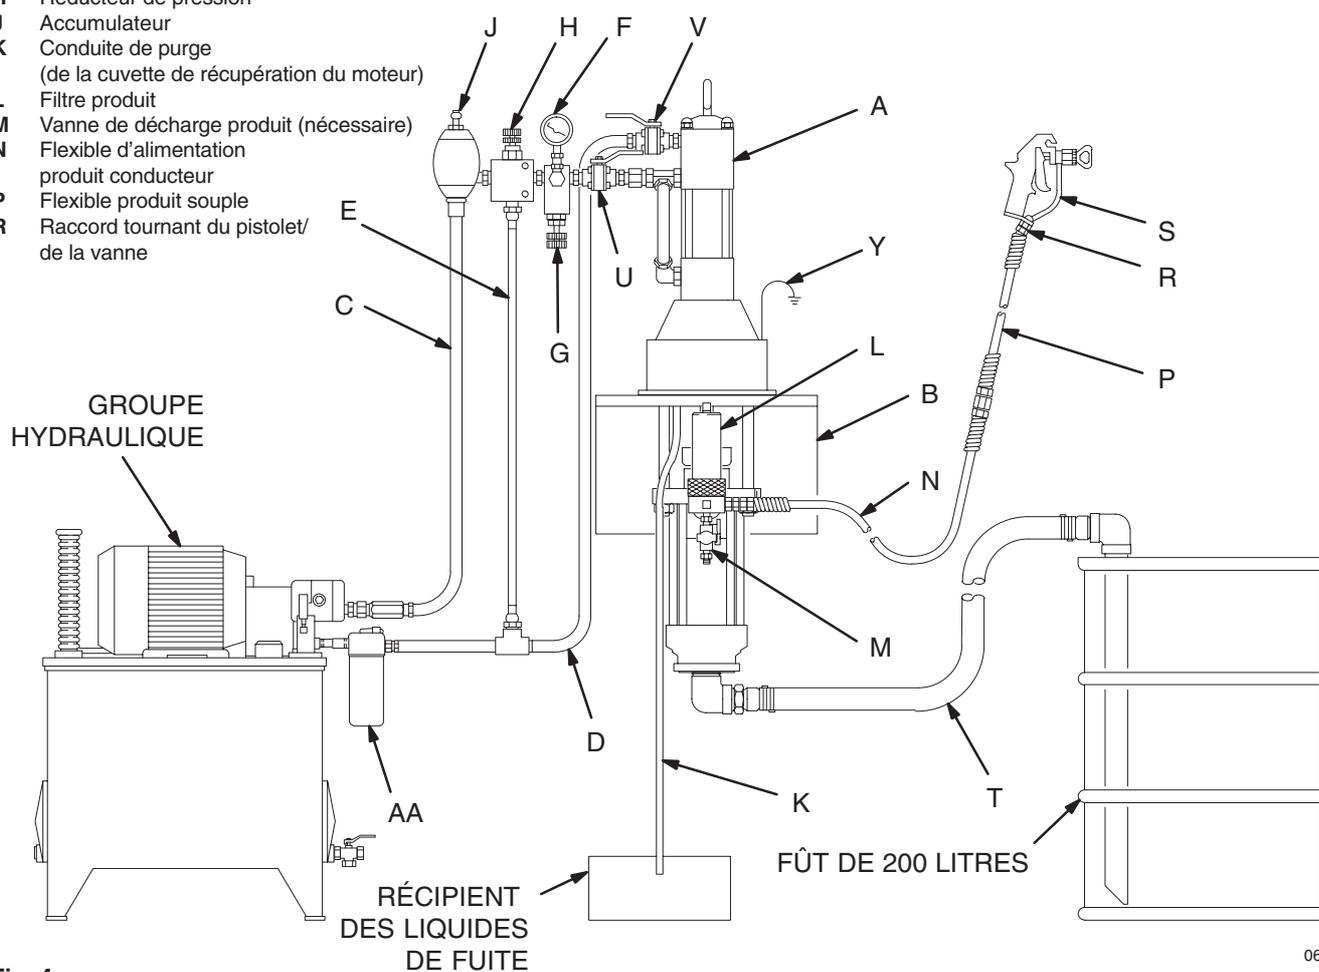

Fig. 4
La Fig. 4 constitue simplement un guide pour le choix et l'installation des accessoires et des composants du système. Prenez contact avec votre distributeur Graco afin d'obtenir de l'aide pour la conception d'un système qui réponde à vos besoins particuliers.
Monter la pompe (A) selon le type d'installation prévu. La Fig. 4 illustre un système à montage mural. Les dimensions de la pompe et le schéma de perçage des trous de fixation sont indiqués en pages 38 et 39.
Sur la conduite d'alimentation hydraulique (C), installer les accessoires suivants dans l'ordre indiqué en Fig. 4, en utilisant des adaptateurs si nécessaire:
- **Une vanne d'arrêt (U)** pour isoler la pompe pour entretien.
- **Un manomètre à fluide (F)** pour contrôler la pression d'huile hydraulique arrivant au moteur et éviter une surpression dans le moteur ou le bas de pompe.
- **Un réducteur de pression (H) avec drain (E)** raccordé directement sur la tuyauterie de retour hydraulique (D).
- **Un accumulateur (J)** destiné à réduire les coups de bélier provoqués par l'inversion du moteur.
Sur la conduite hydraulique de retour (D), installer les accessoires suivants dans l'ordre indiqué en Fig. 4, en utilisant des adaptateurs si nécessaire:
- **Une vanne d'arrêt (V)** permettant d'isoler la pompe pour entretien.
- **Un filtre (AA)** de 10 microns (400 mesh).
Installer les accessoires suivants dans les positions indiquées à la Fig. 4 en utilisant des adaptateurs si nécessaire:
1. Se reporter à la Fig. 4 de la page 11. Raccorder le kit d'aspiration (T) à l'entrée produit de la pompe et placer le tube dans l'alimentation produit.
3. S'assurer que la vanne d'arrêt de la tuyauterie d'alimentation (U) et la vanne d'arrêt de la tuyauterie de retour (V) sont fermées.
5. Maintenir fermement une partie métallique du pistolet/ de la vanne (S) sur le côté d'un seau métallique relié à la terre et maintenir la pression sur la gâchette.
6. Ouvrir *d'abord* la vanne d'arrêt de la tuyauterie de retour (V), puis ouvrir lentement la vanne d'arrêt de la tuyauterie d'alimentation (U).